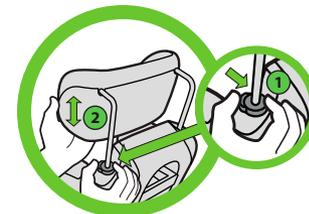

Figure 18
Appuyez sur le bouton du dispositif de réglage de l'appui-tête se trouvant sur le côté droit du siège (lorsqu'on fait face à l'avant du siège) (1) et soulevez ou abaissez l'appui-tête dans la position désirée (2), tel qu'illustré dans la **Figure 18**.